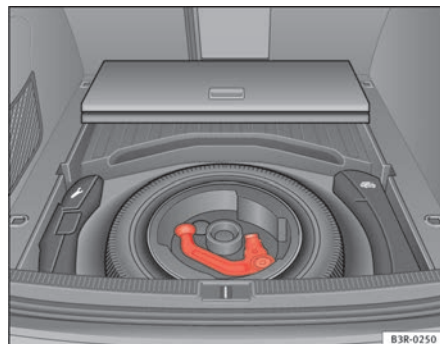

Fig. 156 Bagagliaio:
- Per le vetture con la ruota di scorta ⇒ **fig. 156**.